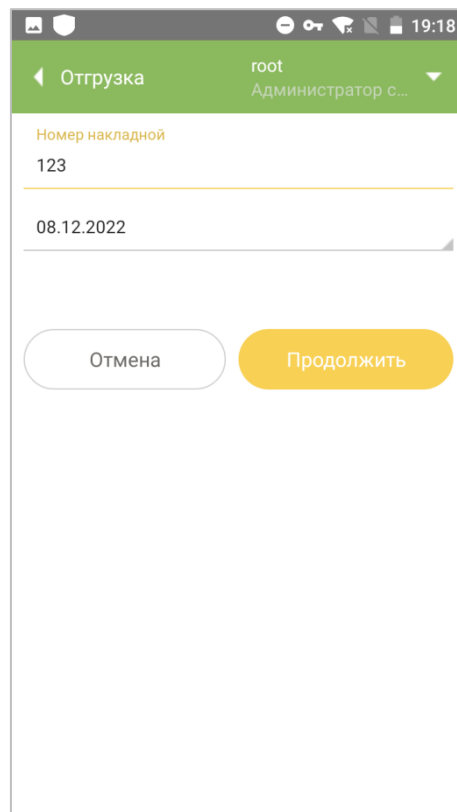

Рисунок 8.1
1. Нажать на иконку «Отгрузка» в главном меню приложения. Откроется окно для ввода информации по накладной (Рисунок 8.1).